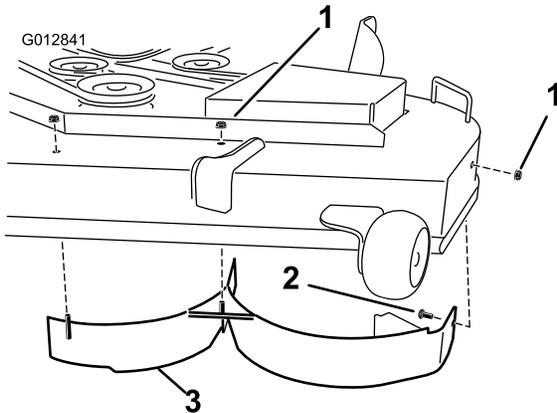

Figura 28
5. Retire las 2 contratuercas (5/16") de las clavijas soldadas del deflector izquierdo, en la parte superior de la carcasa de corte, en las posiciones centro, centro izquierda e izquierda (Figura 28).
7. Retire el deflector izquierdo de la carcasa de corte según se muestra en Figura 28.